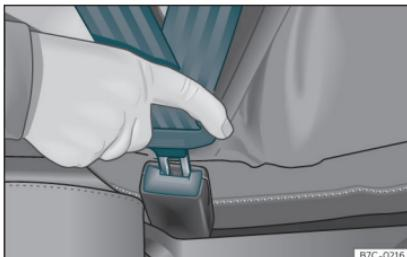

Fig. 13 Insertar la lengüeta del cinturón de seguridad en su cierre.
- Encastre la lengüeta en el cierre del asiento correspondiente »» **fig. 13**.